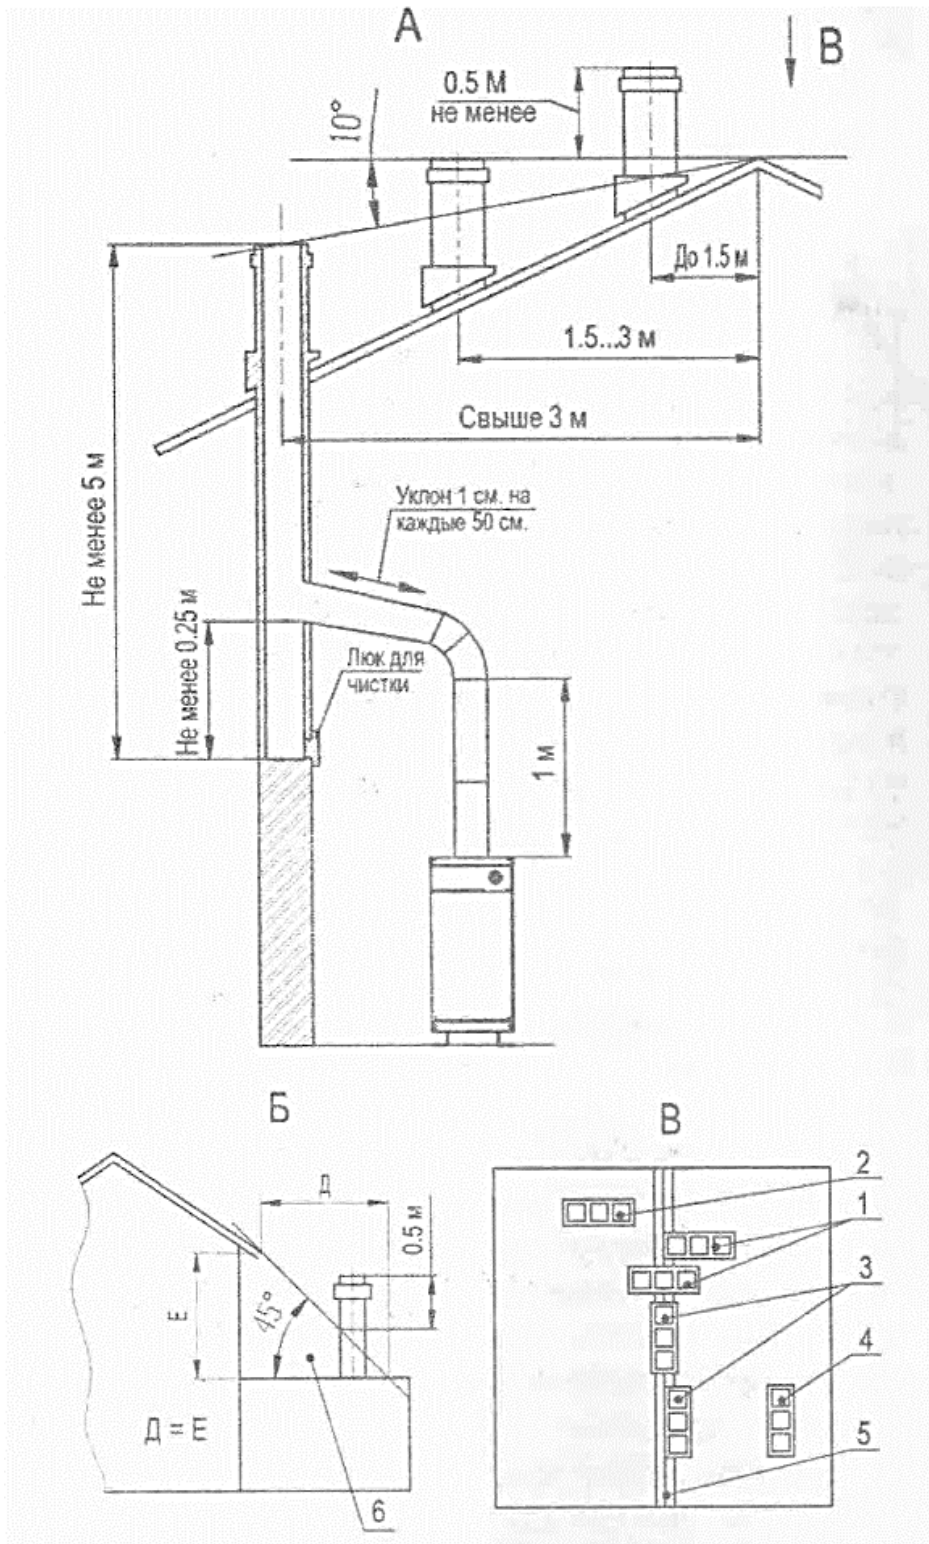

Рис. 3. Схема расположения дымовой трубы.
- 7.6. Котел работает при естественной тяге, создаваемой дымовой трубой за счет разницы холодного и нагретого воздуха, поэтому устройство дымовой трубы должно отвечать следующим требованиям см (рис.3, рис.4):
- высота трубы над крышей должна быть не менее размеров, указанных на рис. 3., обратите внимание на положение оголовка трубы с несколькими каналами относительно конька крыши;